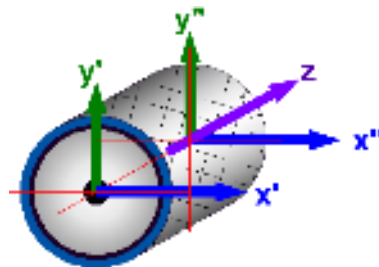

Fig.7 : Directions des coordonnées X, Y, Z utilisées par C3 Expert
- ❖ Il faut construire ou constater les coordonnées d'un tambour par construction **géométrique dans l'espace (triangulation)** {fig.7}, avec les vés de métrologie® de **C3 Expert**.